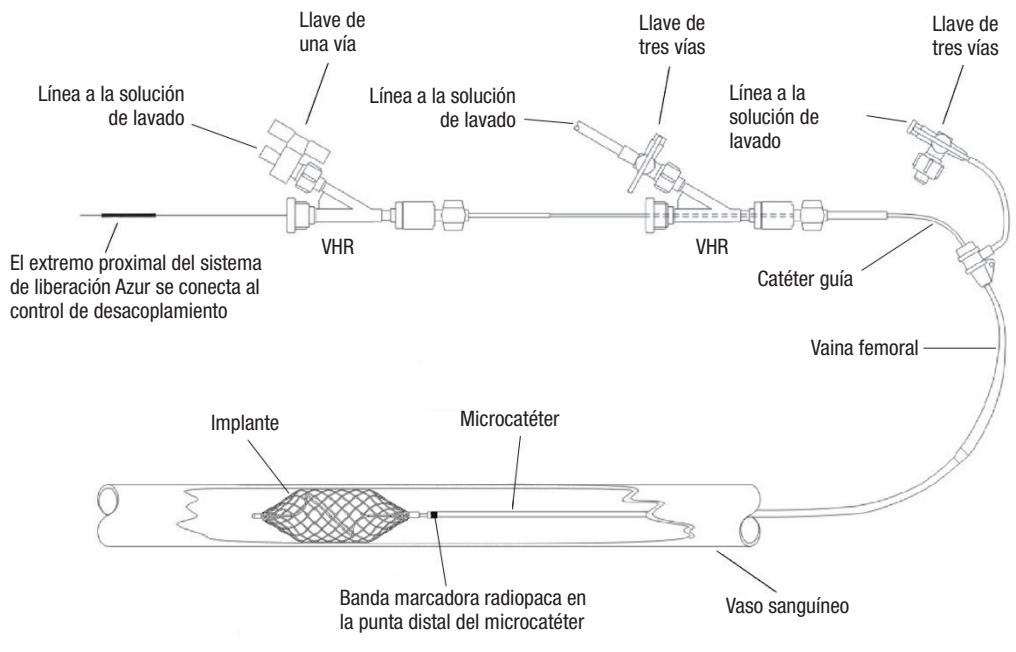

Figura 1. Diagrama de configuración del sistema Azur
1. Consulte el diagrama de configuración en la figura 1.